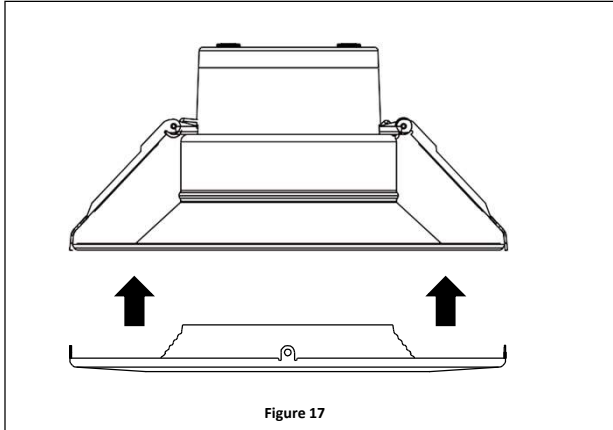

Figure 17
3. Alignez la garniture colorée sur la face du luminaire, puis poussez pour enclencher le tout en place. **Reportez-vous à la Figure 17.**